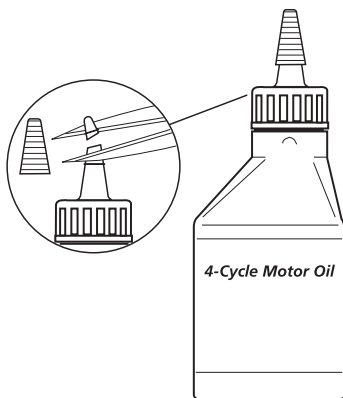

Fig. 6
Su unidad trae una botella de aceite SAE 30 SF, SG, SH de 3.4 onzas fluidas (100 ml.) (Fig. 6).
1. Desenrosque la tapa de la botella de aceite y retire el sello de papel que cubre la apertura. Vuelva a colocar la tapa. Corte la punta de la boquilla del embudo (Fig. 6).